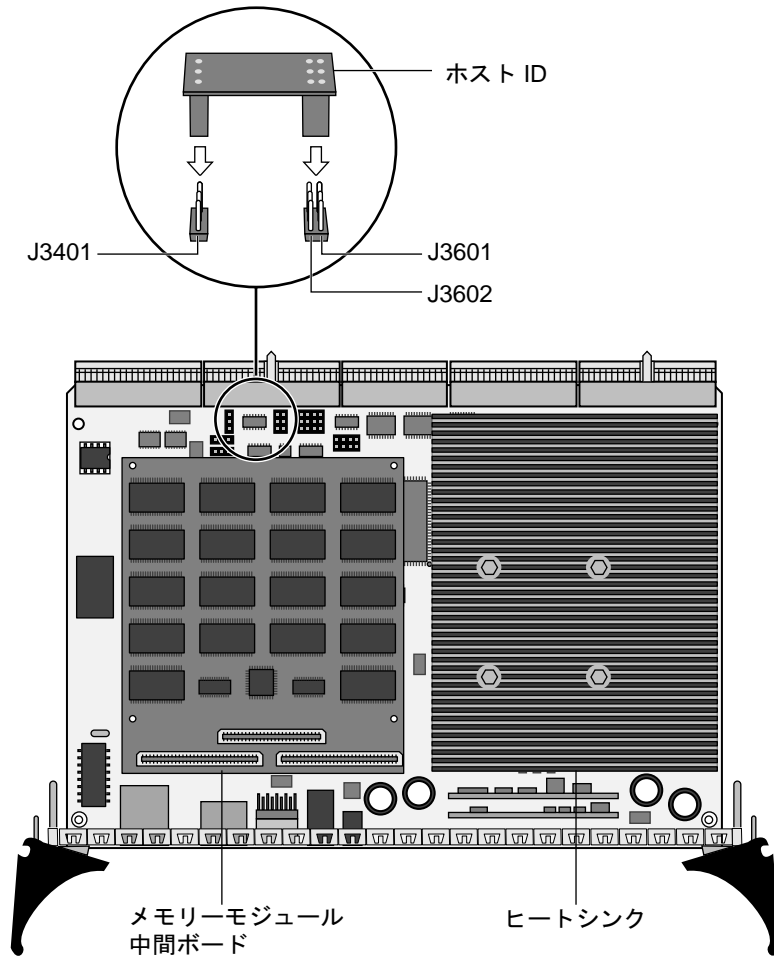

図 1-23 CPU カードと主なコンポーネント (メモリーモジュールおよびヒートシンクあり)
- メモリーモジュールボード (図 1-23 を参照)。CPU は、メモリーモジュールボードを 2 つまでサポートできます。これらのボードの構成は、64M バイト、128M バイト、256M バイト、512 M バイトのどれかになります。